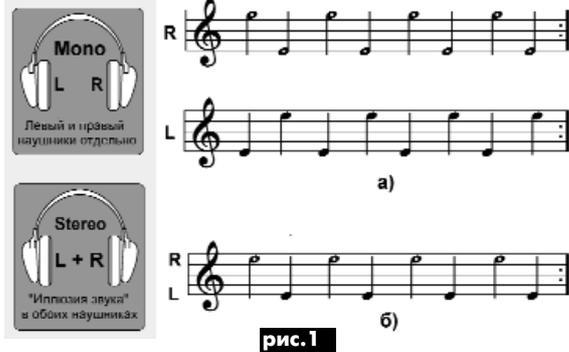

рис. 1
Эффект под названием "иллюзия октавы" относится скорее к области практической психологии, чем к музыке. Впервые он был исследован в 1974 г. Дианой Дойч (Diana Deutsch) – профессором психологии Университета Калифорнии, США ([http://philomel.com/pdf/Nature-1974\\_251\\_307-309.pdf](http://philomel.com/pdf/Nature-1974_251_307-309.pdf), 67 Кб). Суть эксперимента. Испытуемому надевают стереонаушники и предлагают прослушать звуковой сигнал, в котором в противофазе смешаны ноты основной частоты 400 Гц и на октаву выше 800 Гц (рис. 1, а). Ноты звучат с одинаковой длительностью и громкостью, каждое ухо получает 50% высоких и 50% низких тонов.
По статистике большинство людей слышат периодический высокий звук из правого уха (R) и низкий – из левого (L). На рис. 1, б показана нотная запись этого случая. На ней специально выделены ноты с прямоугольником в центре, которые соответствуют диаграмме R на рис. 1, а. Напрашивается догадка, что "иллюзия октавы" связана с особенностями работы мозговых полушарий, которые различаются у левой и правой.
Исходные данные для разработки: частота основного тона 400 Гц, удвоенного – 800 Гц, длительность звучания одной ноты 250 мс (одна четвертая при темпе 240 ударов в минуту), нотные диаграммы в левом и правом каналах – согласно рис. 1, а.